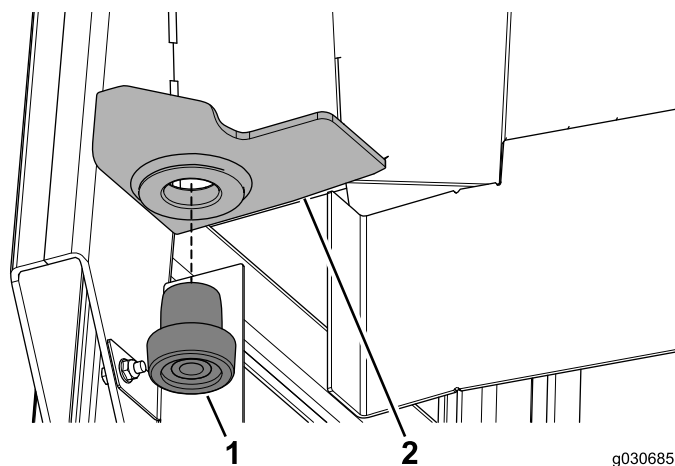

Figure 9
1. Poussez un support élastique dans le trou du support arrière gauche sur le cadre de la cabine (Figure 9).